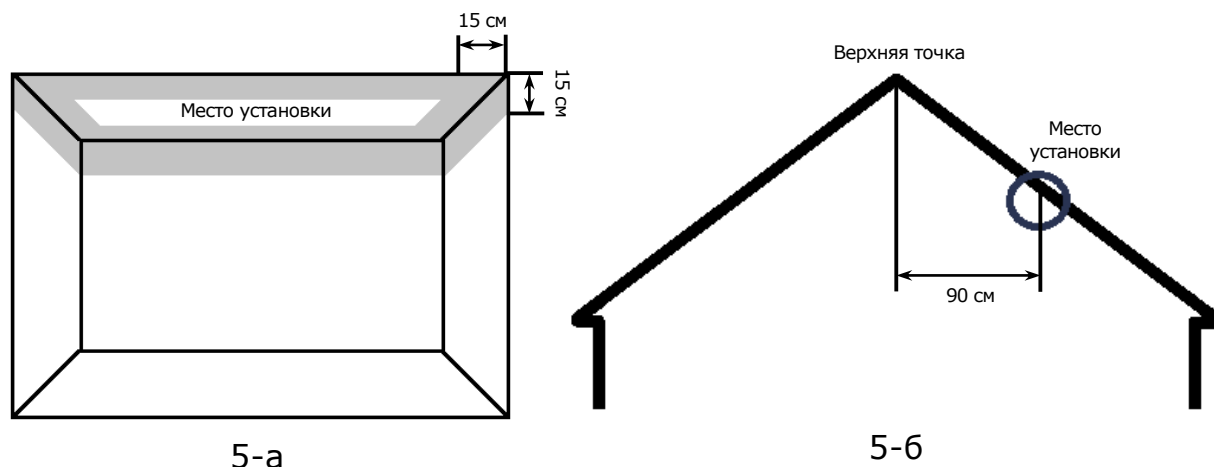

Рисунок 5 — Установка датчика дыма на плоский/скошенный потолок
5. Соблюдать рекомендации по месту установки на потолок (см. рис. 5).
ПРИМЕЧАНИЕ. При монтаже датчика дыма на потолок следует размещать его на расстоянии не менее 30 см от ламп и предметов декора, а также на расстоянии не менее 15 см от стен и углов (см. рис. 4 и рис. 5).
(рис. 5-а)
(рис. 5-б)